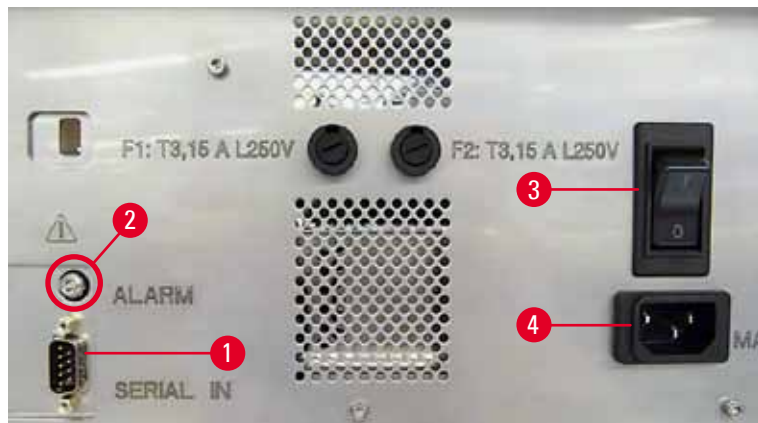

Fig. 27
- ① Elanslutningarna sitter på instrumentets bakpanel (→ "Fig. 27").